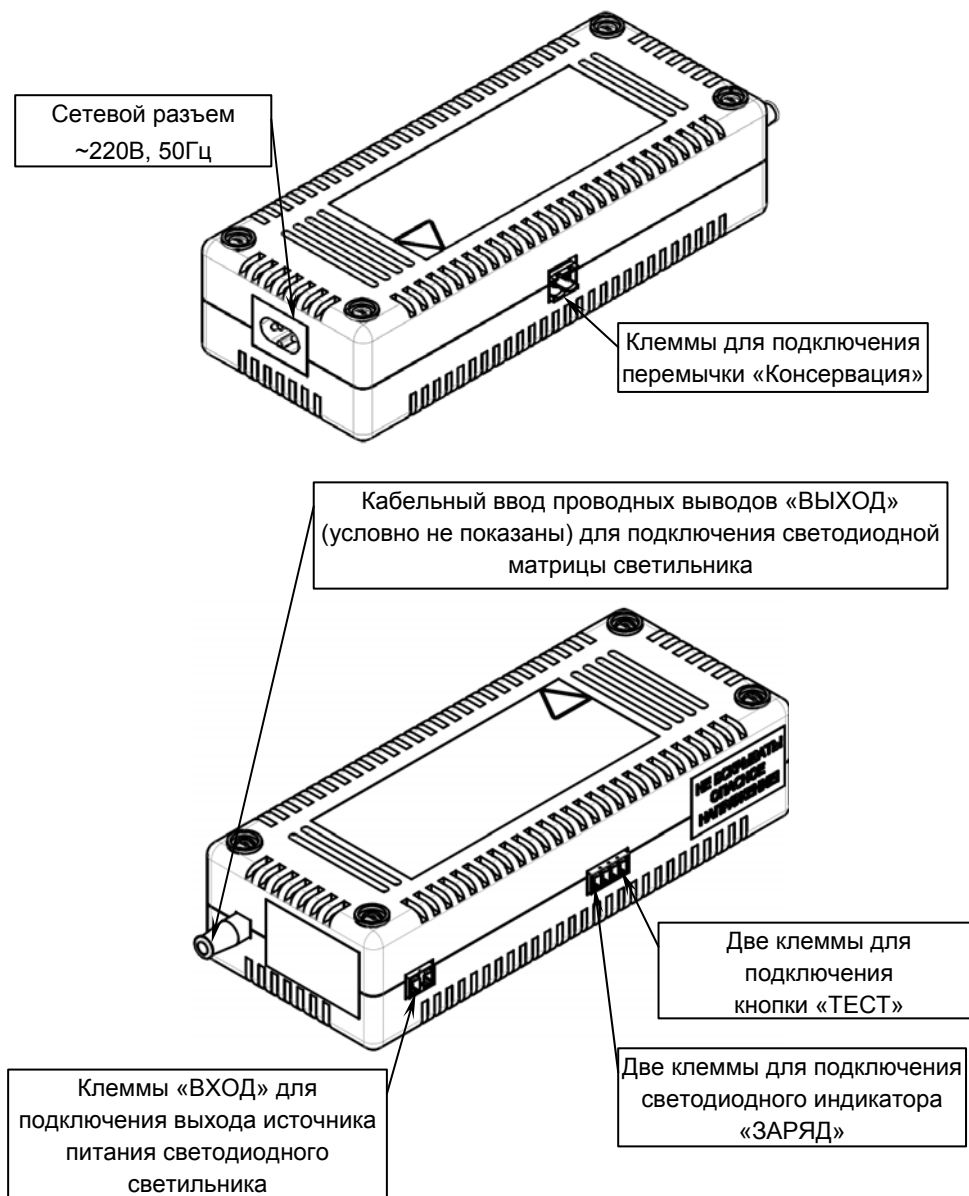

Рисунок 1 - общий вид изделия
**Изделие имеет** (см. рисунок 1):